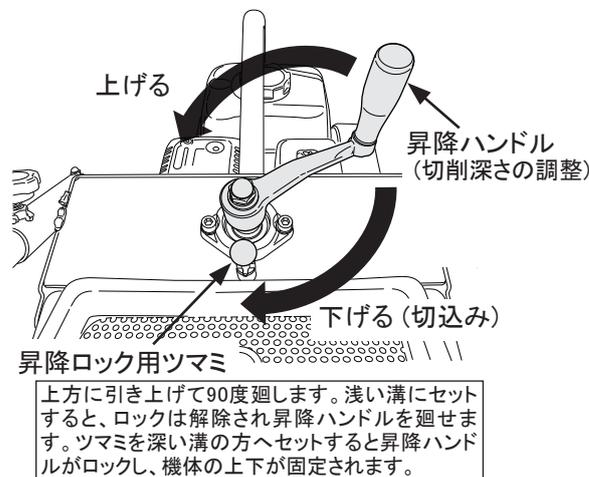

図 8
- 機体の昇降には中央の昇降ハンドル(クランクハンドル)を使用します。(図8)